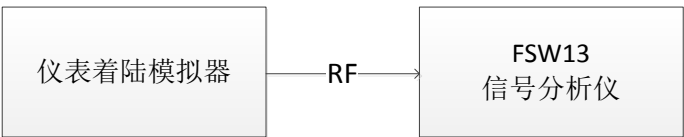

图7.1 航向频率范围测试
1) 按图7.1连接测试设备，信号分析仪为系统提供参考频率，航向频率输出接到信号分析仪的信号输入。
1) 按图7.1连接测试设备，信号分析仪为系统提供参考频率，航向信标信号输出接到信号分析仪的信号输入。
1) 按图7.1连接测试设备，信号分析仪为系统提供参考频率，下滑频率输出接到信号分析仪的信号输入。
1) 按图7.1连接测试设备，信号分析仪为系统提供参考频率，下滑信标信号输出接到信号分析仪的信号输入。